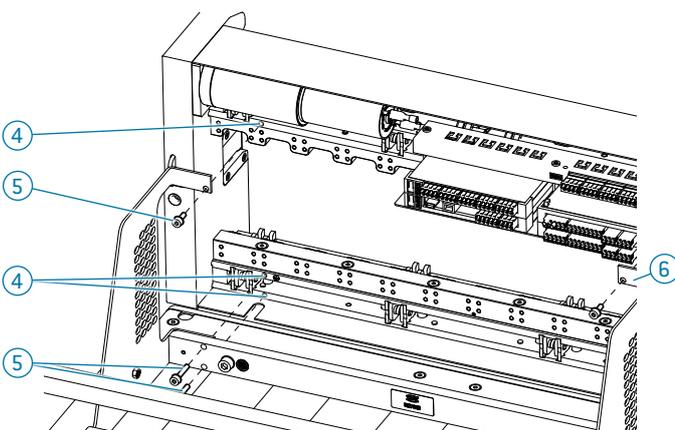

Abb.95
- ▶ Ziehen Sie den Teleskopauszug (1) aus.
- ▶ Receiver leicht anheben um den linken oberen Bügel (6) hinter der Steuerung zu positionieren (Abb. 95).
- ▶ Positionieren Sie den Receiver (2) so, dass die Anschraubpunkte (4) des Receivers in einer Flucht mit den Anschraubpunkten (3) des Teleskopauszugs (3) liegen. Schrauben Sie den Teleskopauszug an den Anschraubpunkten am Receiver fest.